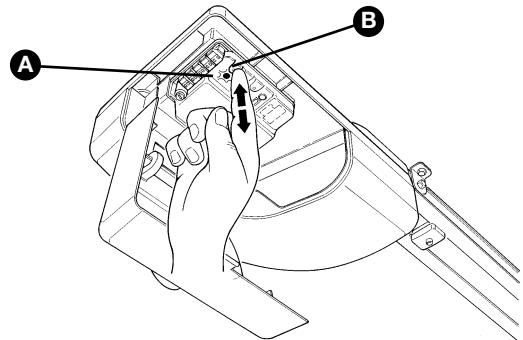

Figura 86
- 1 Presione y mantenga apretado el botón P1 **[B]** (Figura 86) en la central.